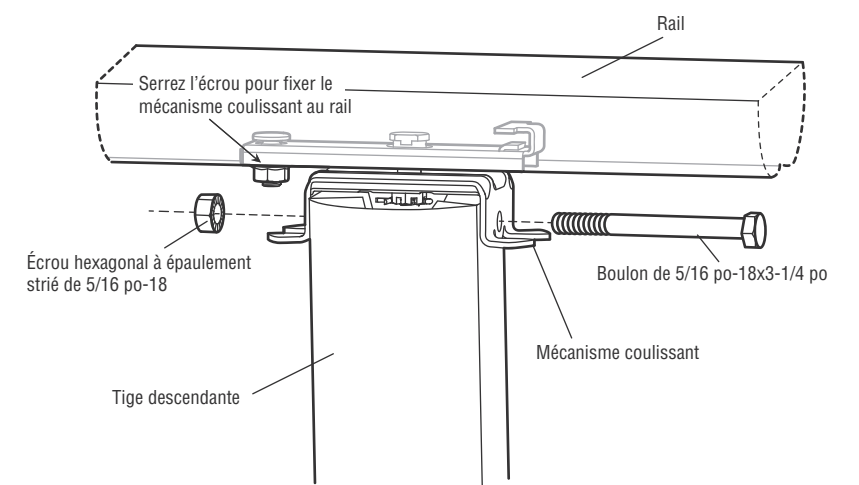

FIGURE 2
2. DÉTERMINEZ LA LONGUEUR NÉCESSAIRE DE LA TIGE DESCENDANTE ET COUPEZ-LA (FIGURE 2)